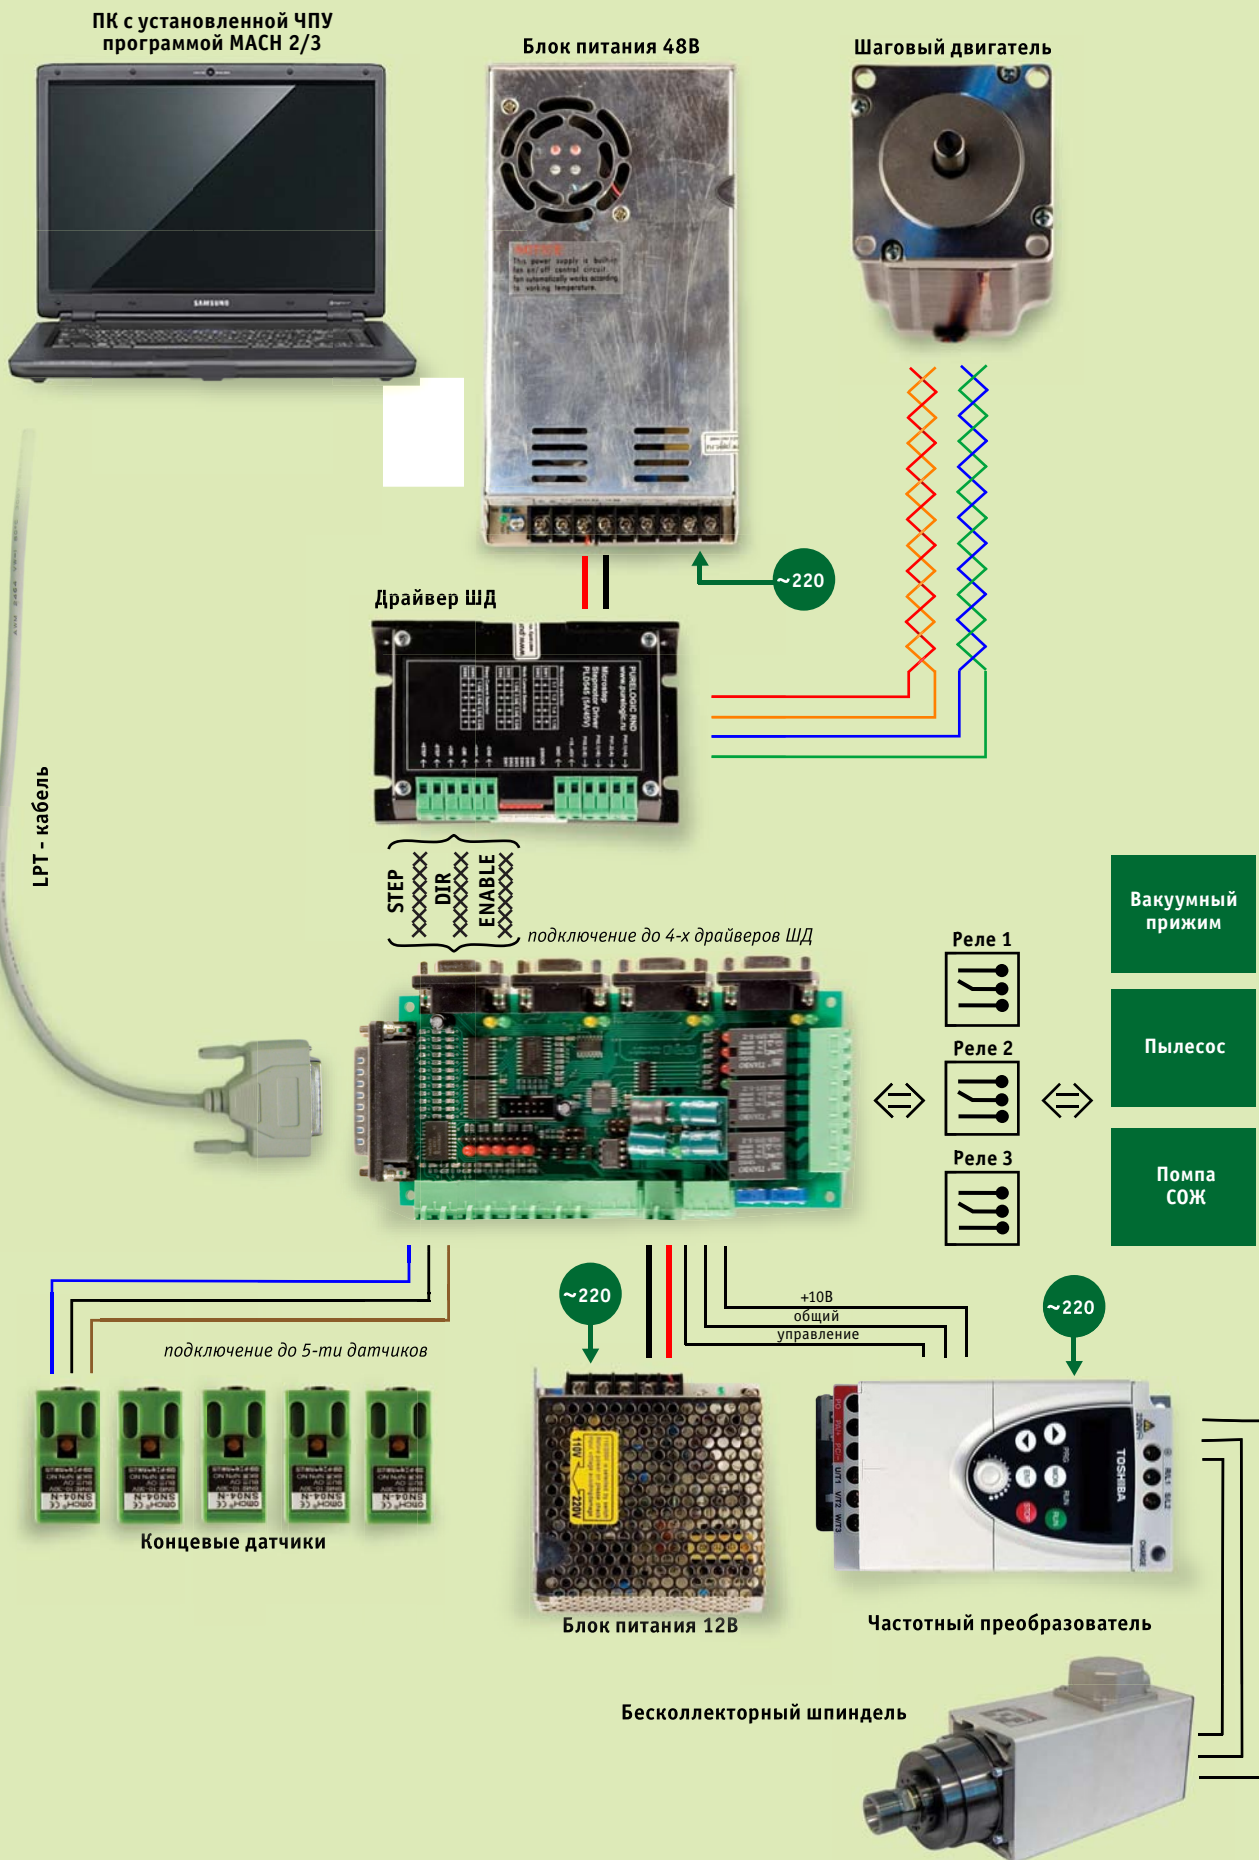

Рис.1 Структурная схема управления ЧПУ станком
**PLC4x** — это плата расширения (далее контроллер), которая позволяет превратить ПК в полноценную систему управления ЧПУ станком. Плата подключается к LPT-порту ПК. На ПК необходимо установить специальное программное обеспечение (Mach2/3, TurboCNC, LinuxCNC и пр.). Структурная схема управления ЧПУ станком приведена на **рис.1**.